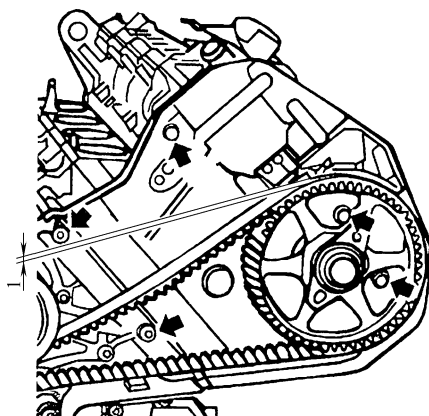

图 1-35 测量正时带顶部与左侧正时带导板之间的间隙（左气缸盖）
10) 测量左侧正时带导板与正时带顶部之间的间隙，如图 1-35 所示，规范值应为 1mm。